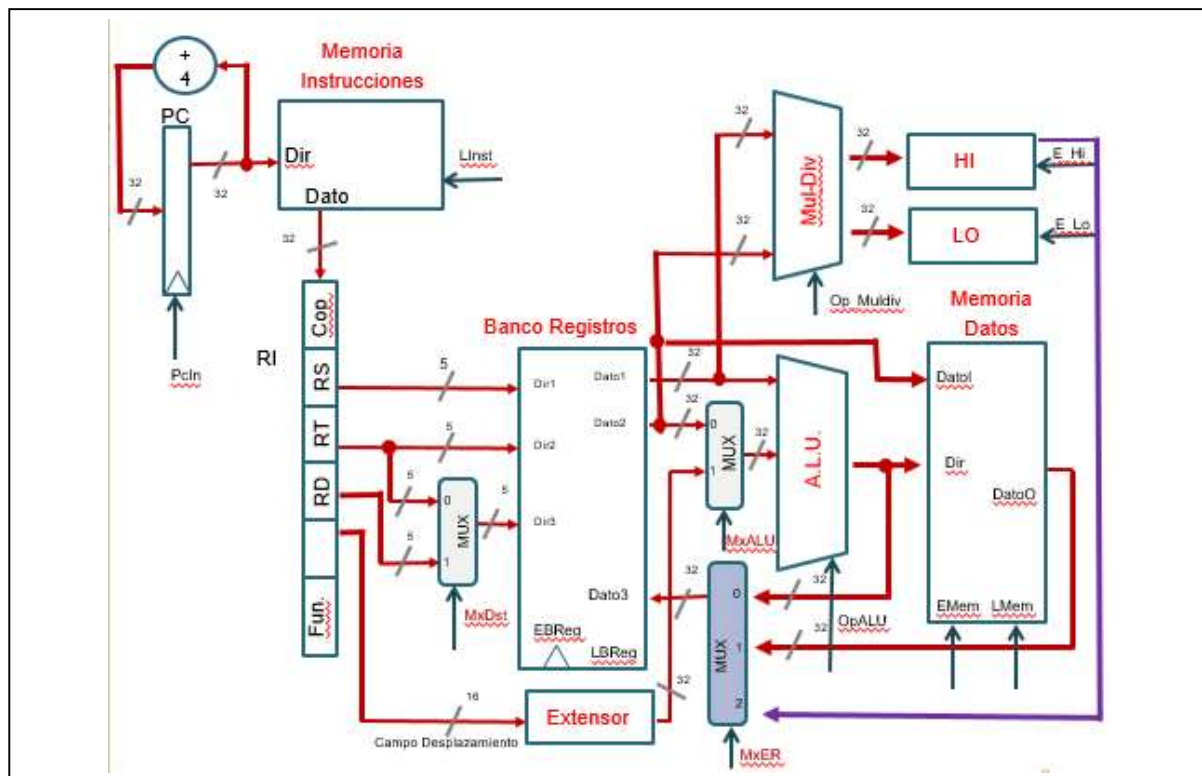

Figura 1. Ruta de los datos monociclo modificada para ejecutar instrucciones mult y div
1 (1.75 puntos) La ruta de los datos monociclo del procesador MIPS R2000, que se muestra en la Figura 1, tiene respecto a la que se ha estudiado en clase un elemento funcional nuevo, llamado Mult-Div, que le permite ejecutar las instrucciones de multiplicación y división de la arquitectura. Si la línea Op_Multdiv vale 0, multiplica y si es 1 divide. Los registros HI y LO, ambos de 32 bits, permiten almacenar el resultado.
- **(0,5 puntos)** Indique sobre la ruta de datos de la Figura 1 las modificaciones necesarias para llevar a cabo la instrucción *mfhi* descrita. **Cable desde HI al Mux MxER, entrada 2. Modificado en figura 1.**